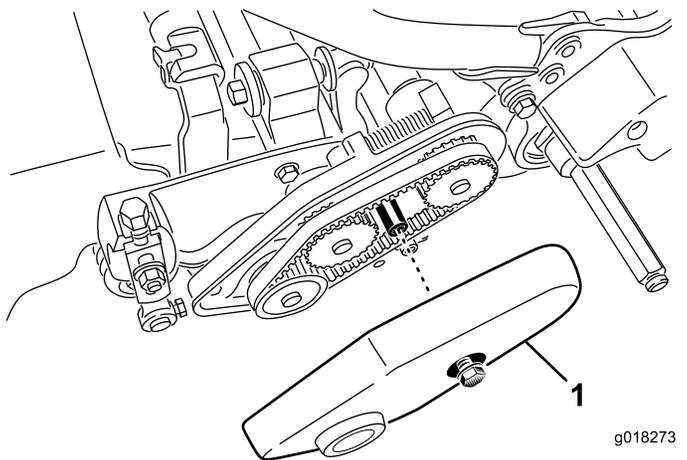

图44
2. 松开固定皮带罩的凸缘螺栓，取下皮带罩露出皮带（图44）。